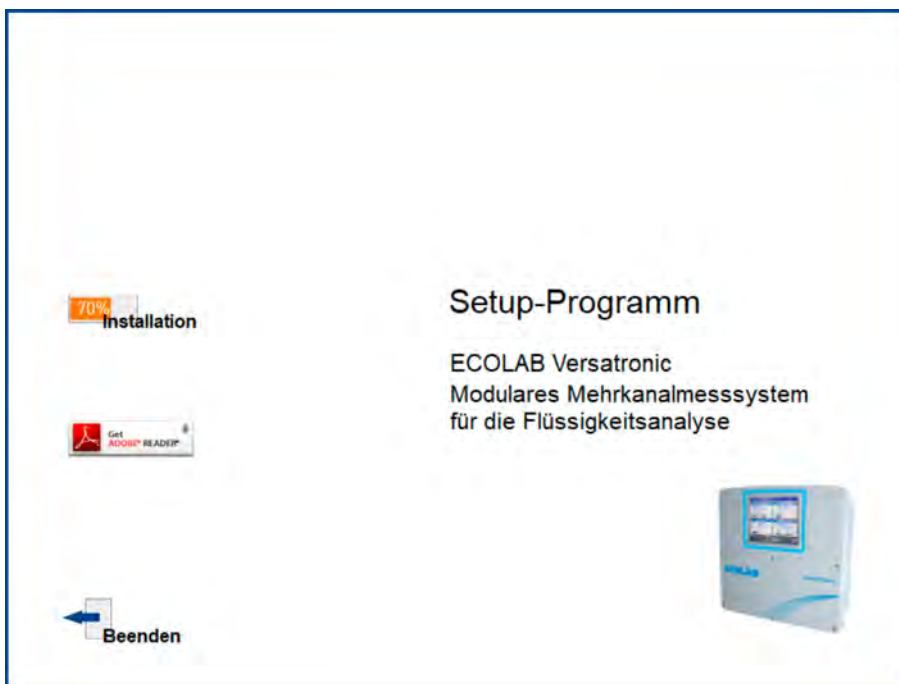

Abb. 100: Startbildschirm Set-up-Programm
4. ▶ Lesen und bestätigen Sie die Lizenzvereinbarung. Ein Akzeptieren der Vereinbarung ist Grundvoraussetzung dafür, dass sich die Software installieren lässt. (Siehe Abb. 100 .)